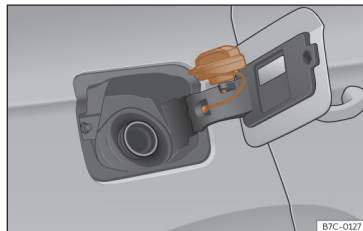

Fig. 177 Trappe à carburant avec bouchon ouvert.
• Placez le bouchon dans le logement se trouvant sur la charnière de la trappe à carburant ouverte >>> **fig. 177**.